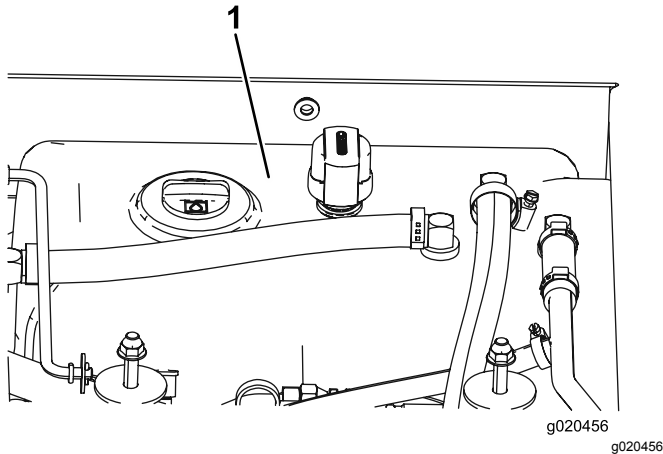

Bild 97
- Füllen Sie den Hydraulikbehälter (Bild 97) mit Hydrauliköl, siehe Prüfen des Hydrauliköls (Seite 67).